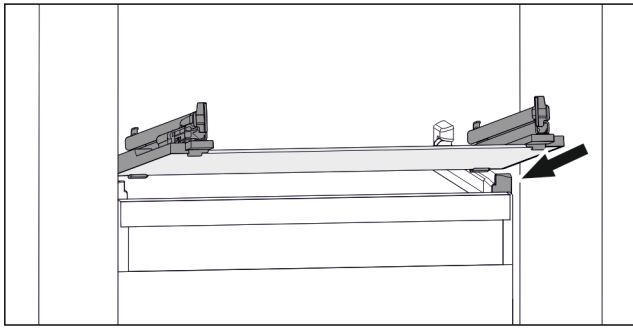

Fig. 132 Beispielhafte Darstellung der Glasplatte
- ▶ Glasplatte schräg hinter den Stopperrn aufsetzen. (siehe Fig. 132)